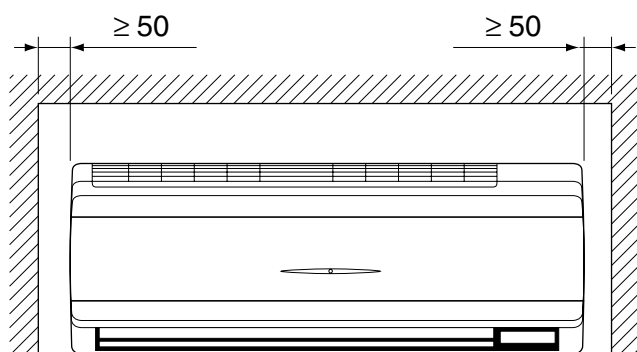
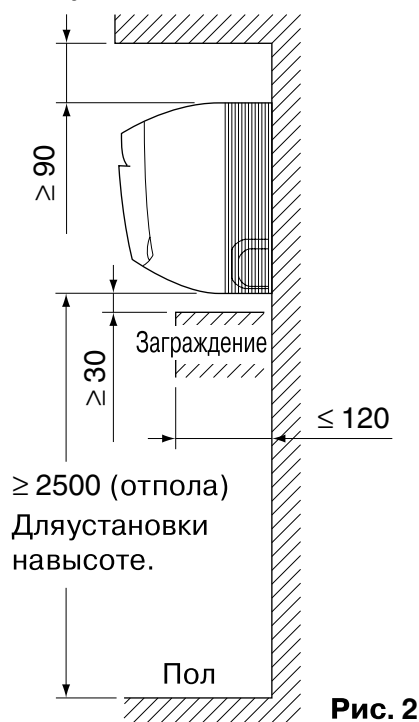

Рис. 1
Рис. 2
(1) Выберите для установки такое место, где выполняются указанные ниже условия и удовлетворяются запросы пользователя.
- С наличием свободного пространства, достаточного для технического и сервисного обслуживания. (См. рис. 1 и рис. 2)